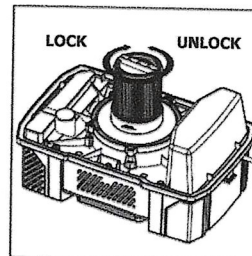

FIG. 3
- Așezați elementul de fixare a filtrului în partea de sus a filtrului cu cartus, țineți capul de alimentare cu o mână, rotiți manerul dispozitivului în sensul acelor de ceasornic pentru a strânge, blocând filtrul în poziție. (Fig. 3)